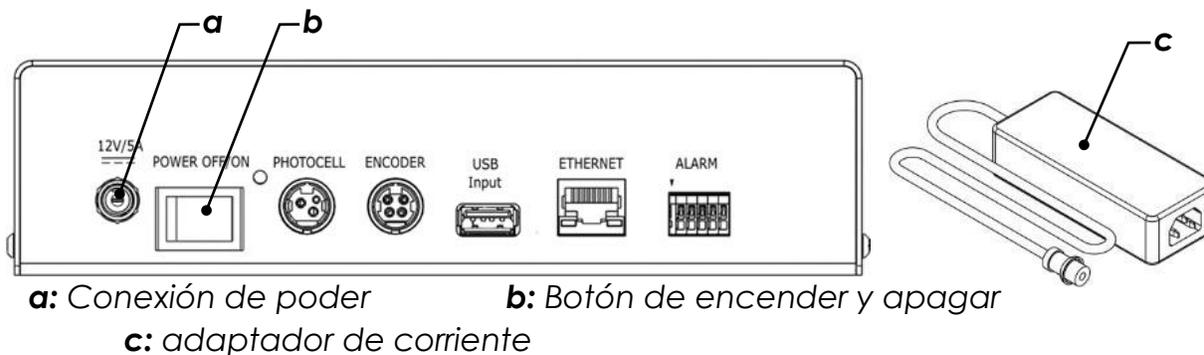

Figura 16
- Inserte el extremo masculino del cable suministrado en la parte trasera de la impresora (Vea la Figura 16).